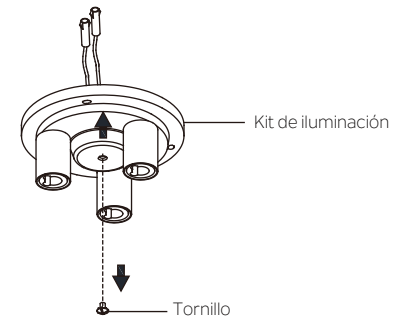

Fig. 22
Paso 1. Retirar el tornillo del orificio central del kit de iluminación y guárdelo para usarlo nuevamente en el paso 5. (Fig.22)